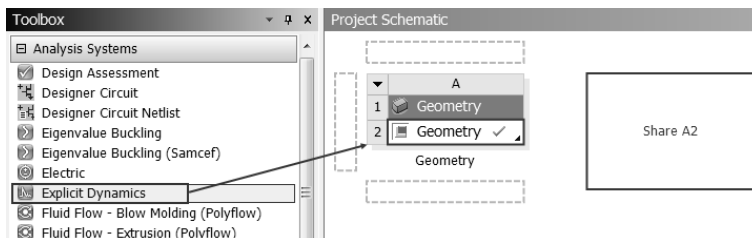

图 11-10 创建项目 B
Step1：如图 11-10 所示，将工具箱（Toolbox）中的 Explicit Dynamics（显式动力学分析）选项直接拖曳到项目 A 的 A2（Geometry）中。